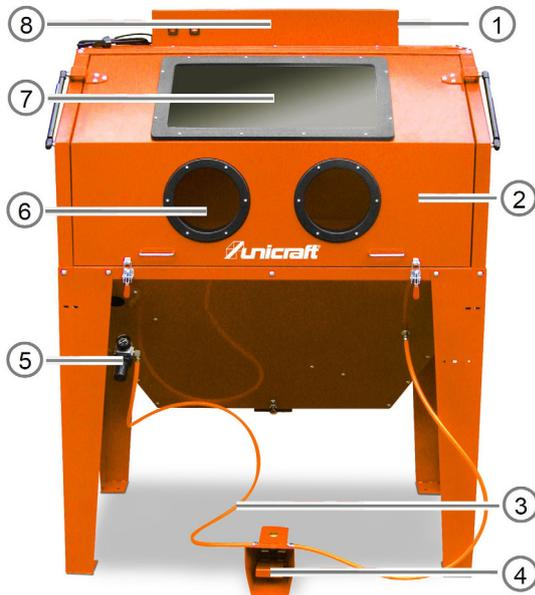

Abb. 3: Sandstrahlkabine SSK 3.1
Schritt 7: Das Dosierventil (Abb. 3) an der Unterseite der Kabine anschrauben